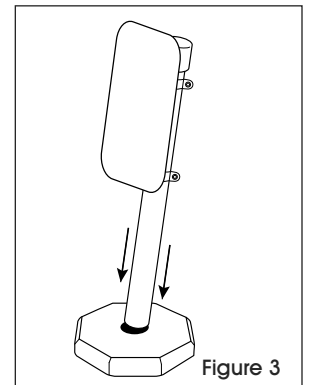

Figure 3
7. Insérez le montant dans la base en le gardant légèrement incliné afin d'obtenir un emmanchement serré. (Voir Figure 3)